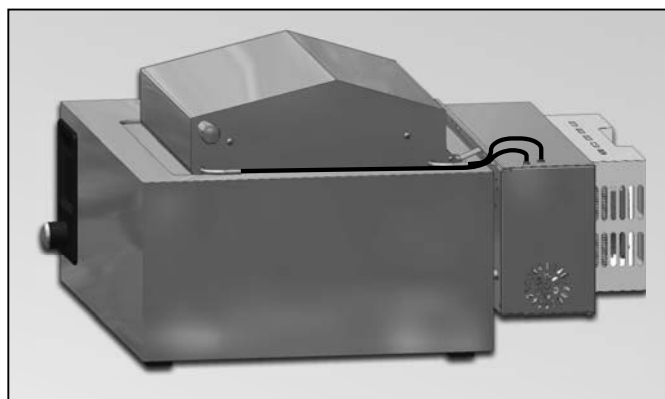
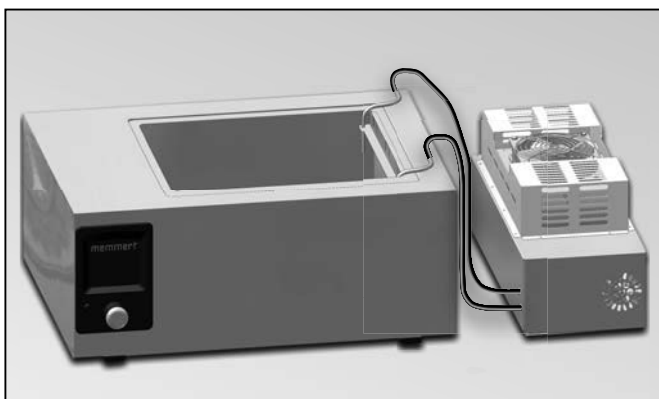

Fig. 3 Bloc réfrigérant fixé sur l'arrière du bain
Fig. 4 Bloc réfrigérant posé à côté du bain
- Première possibilité : fixation sur le bain-marie (compatible uniquement avec bain doté du couvercle-pupitre ; v. Fig. 3. Descriptif du montage à partir de la page 9)
- Deuxième possibilité : pose indépendante à côté du bain, Fig. 4. Descriptif du montage à partir de la page 14).
L'installation du bloc réfrigérant CDP 115 pour bains-marie nécessite divers accessoires. La nature des accessoires dépend d'une part de son mode d'installation (fixé sur le bain ou posé à côté, Fig. 3 et Fig. 4). D'autre part, cela dépend du type du bain utilisé avec le bloc (pour connaître le type du bain utilisé, voir la plaquette d'identification fixée sur le côté du bain).
Montage sur cuve (v. Fig. 3)...	Disposition libre (v. Fig. 4)...